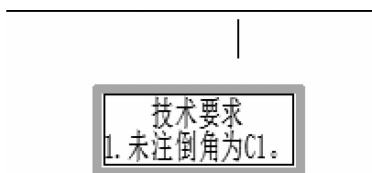

图 9-106 输入文本
(2) 系统弹出【基准框】命令条，在图形区域右上角单击一点放置注释文本，输入如图 9-106 所示的注释文本。